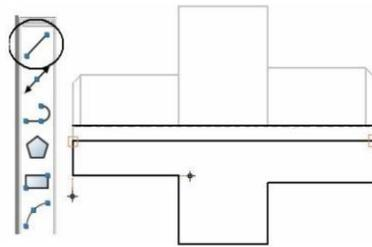

Рисунок 36 – Действие 4
4. Убедитесь, что режим объектной привязки включен (F8). Затем активируйте команду LINE (ОТРЕЗОК) и достройте недостающие контурные линии вала. Подведите курсор к крайней левой точке, и как только загорится маркер привязки конца отрезка (маленький квадратик) щёлкните левой кнопкой мыши. За курсором потянется курсорная нить, установите её направление вертикально вниз (не щёлкая мышью) (рис. 36). Затем введите с клавиатуры длину отрезка. Нажмите ENTER. Переместите курсор вправо, так чтобы курсорная нить расположилась горизонтально и введите с клавиатуры длину. ENTER. Переместите курсор вниз, введите с клавиатуры разность полу диаметров. ENTER. И т.д. По окончании вычерчивания контура нажмите Esc.